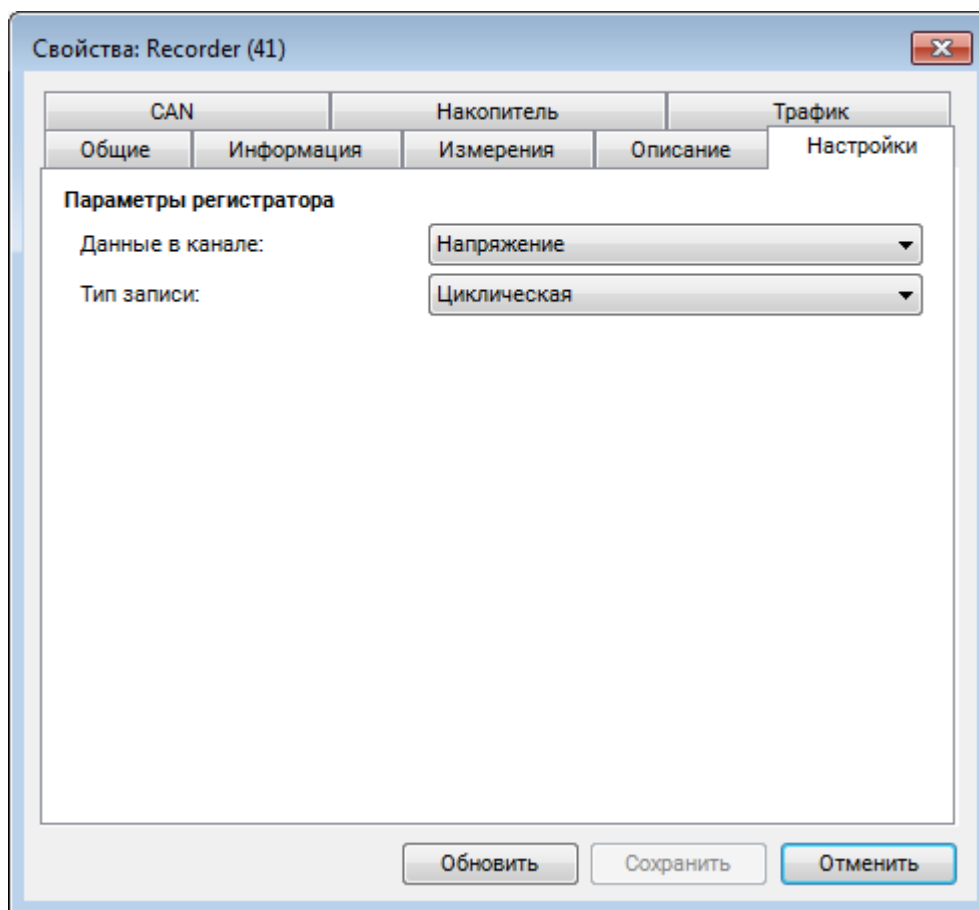

Рис. 4.6 Вкладка «Запись» ZET 7173
- во вкладке «Настройки» в поле «Тип записи» следует выбрать соответствующий тип записи: циклическая или линейная (Рис. 4.6). Тип записи «Циклическая» выбирается, когда необходима автоматическая перезапись старых файлов новыми, в случае если закончится свободное место на карте памяти регистратора. При выборе типа записи «Линейная» перезапись файлов производиться не будет, а будет прерываться, когда закончится свободное место на карте памяти регистратора.